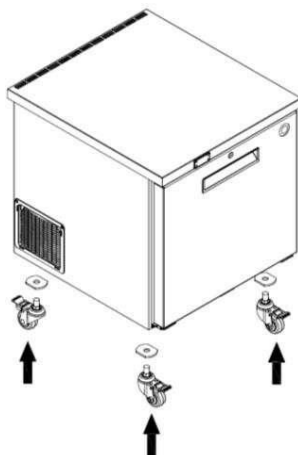

Fig. 4
- Skruva fast hjulen (se fig. 4).